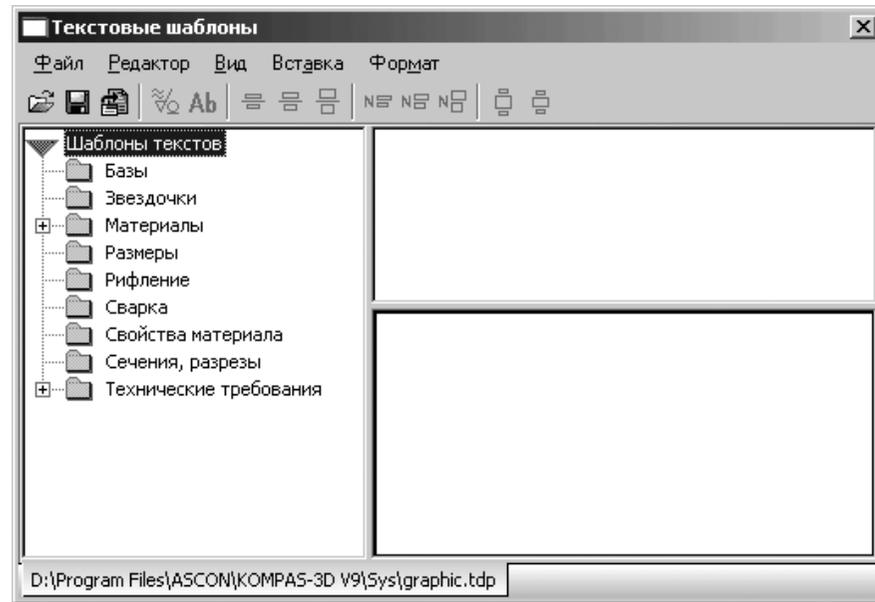

Рис. 5.45. Диалоговое окно **Текстовые шаблоны**
- щелкните дважды по заполняемой ячейке. Появится диалоговое окно **Текстовые шаблоны** (рис. 5.45).